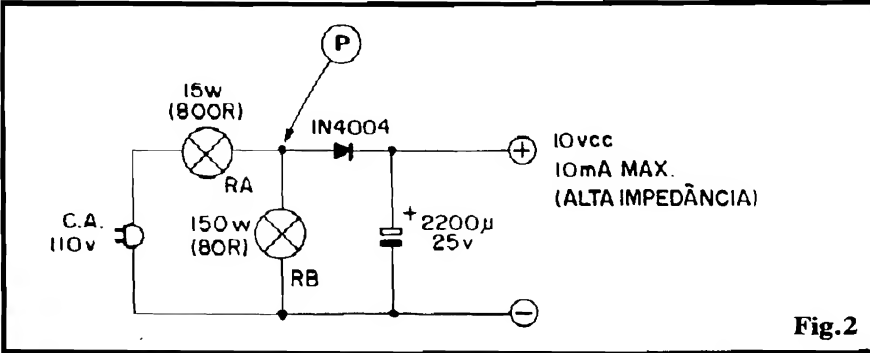

Fig.2
- Outro truque que podemos utilizar, numa emergência, baseia-se na utilização de um **divisor de tensão simples e direto**, de modo a "chegar" na "voltagem" pretendida para a Saída, sem que se torne necessária a presença do diodo **zener** regulador! O diagrama básico está na fig. 2, que inclusive exemplifica o circuitinho já com os valores e parâmetros para a obtenção de aproximadamente 10V x 10mA (máximos), na Saída... Basicamente um "divisor de tensão" faz... o que seu nome indica! Divide a Tensão, de modo que, aplicando-se determinada "voltagem" a uma "pilha" de pelo menos dois Resistores, no "nó" desses dois componentes podemos "puxar" uma Tensão correspondente a uma fração dessa "voltagem" de Entrada, aplicada... Se chamarmos o